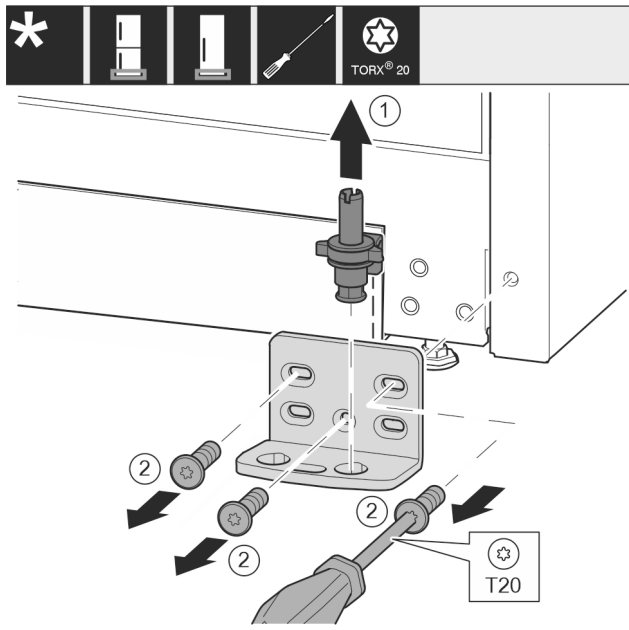

Fig. 15
- ▶ Lagerbolzen komplett nach oben herausziehen. Fig. 15 (1)
- ▶ Schrauben mit Schraubendreher T20 herausdrehen und Lagerbock abnehmen. Fig. 15 (2)